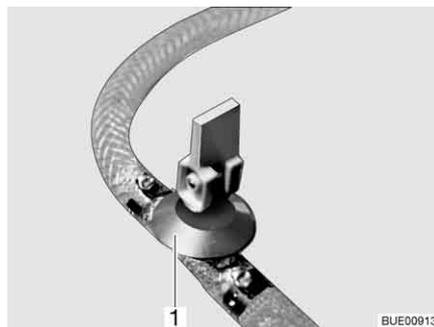
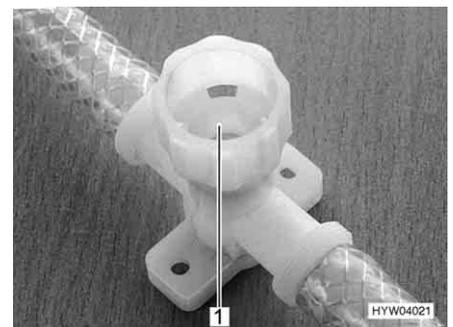

Bild 151 Ablasshahn (mit Kipphebel)
Bild 152 Ablasshahn (mit Drehkappe)
- Alle Ablasshähne schließen. Dazu den Kipphebel des Ablasshahns (Bild 151,1) waagrecht stellen oder die Kappe des Ablasshahns (Bild 152,1) im Uhrzeigersinn zudrehen.